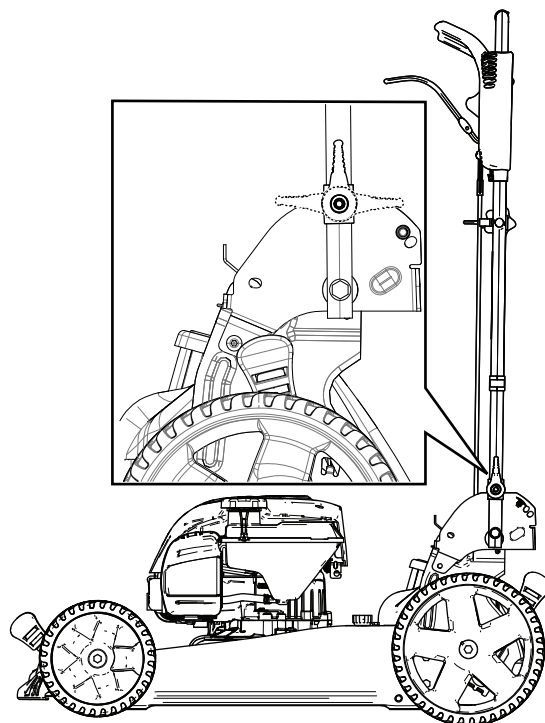

Рисунок 25
2. Сложите рукоятку вперед, установив ее в вертикальное положение или в положение до упора вперед, как показано на Рисунок 25.